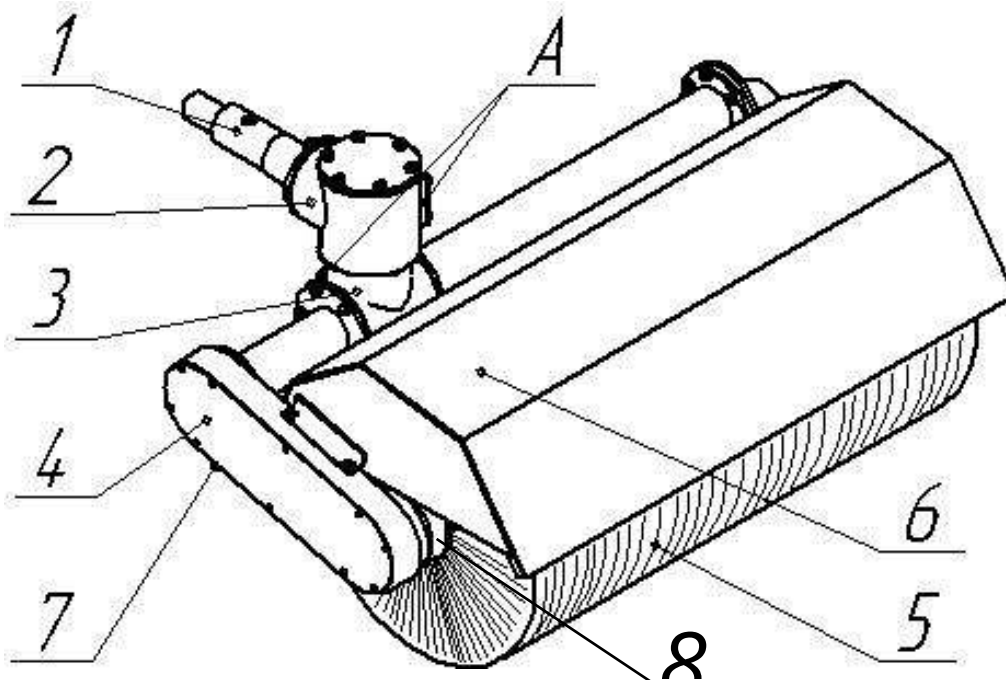

Рисунок 1 – Щетка коммунальная ЩК-1
2.1 Присоедините щетку (рисунок 1) к ВОМ мотоблока через трубу 1 редуктора 2, предварительно установив рулевую штангу в положение работы на реверсе (см. техническое описание и инструкцию по эксплуатации мотоблока). Убедившись, что щетка надёжно закреплена и готова к работе, запустите двигатель.